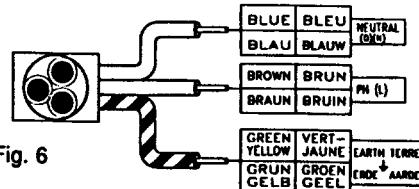

Fig. 6
3. L'autre fil (brun et noir) doit être branché sur les bornes portant les lettres "L", "P" ou "F". (Voir figure 6).